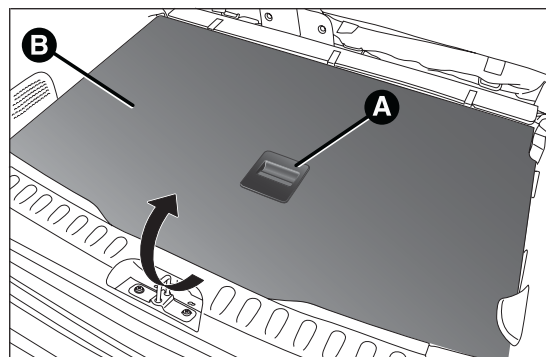

fig. 90
- ☐ impugnare la maniglia A fig. 90 e sollevare verso l'alto il piano B tenendolo con una mano;
- ☐ impugnare la maniglia A fig. 90 e rimuovere il piano B;